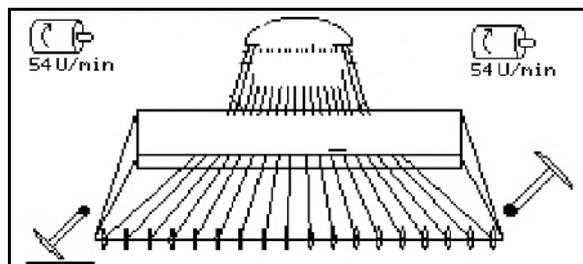

図 36
- 事前計量により、入力された所要時間中、種子がコールドタに供給されます (図 36)。